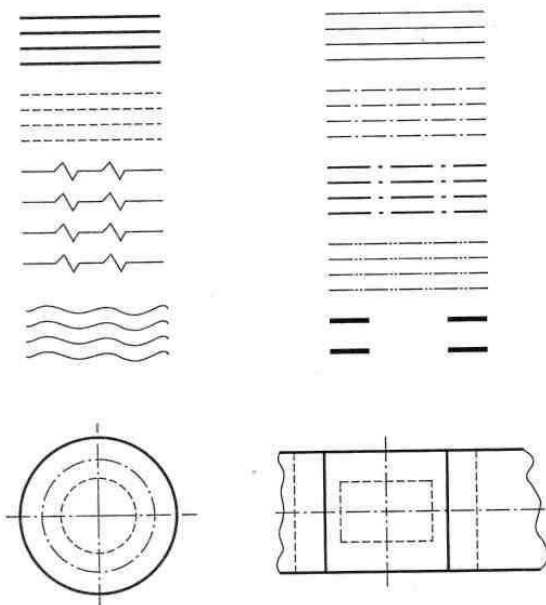

Рис. 43
6. На листе чертежной бумаги формата А4 нанести рамку, выполнить основную надпись для первого листа чертежей, расположив последнюю вдоль короткой стороны формата, и повторить все изображения, показанные на рис. 43, в